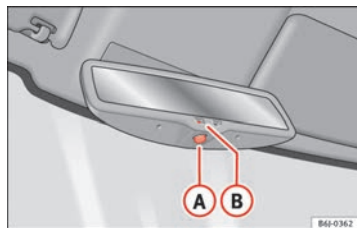

Fig. 83 Retrovisor interior con ajuste automático para posición antideslumbrante.
- Pulse la tecla **A** ⇒ fig. 83. El testigo de control **B** se apaga.
- Pulse la tecla **A** ⇒ fig. 83. El testigo de control se ilumina.